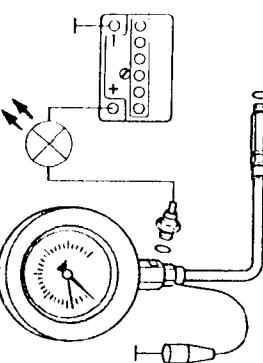

图 1-27 机油压力的检测
- (3) 检查机油压力和机油压力开关。拆下机油压力开关(F_1)，并把它拧进检测仪，用检测仪代替机油压力开关拧进机油滤清器盖，安装检测仪的搭铁线(-)，如图1-27所示。将检测灯 V.A.G1527用检测用辅助接线 V.A.G1594接到蓄电池的正极(+)和机油压力开关之间，发光二极管必须发亮。起动发动机并逐渐提高发动机转速，当机油压力为1.2~1.6Pa时，发光二极管必须熄灭。